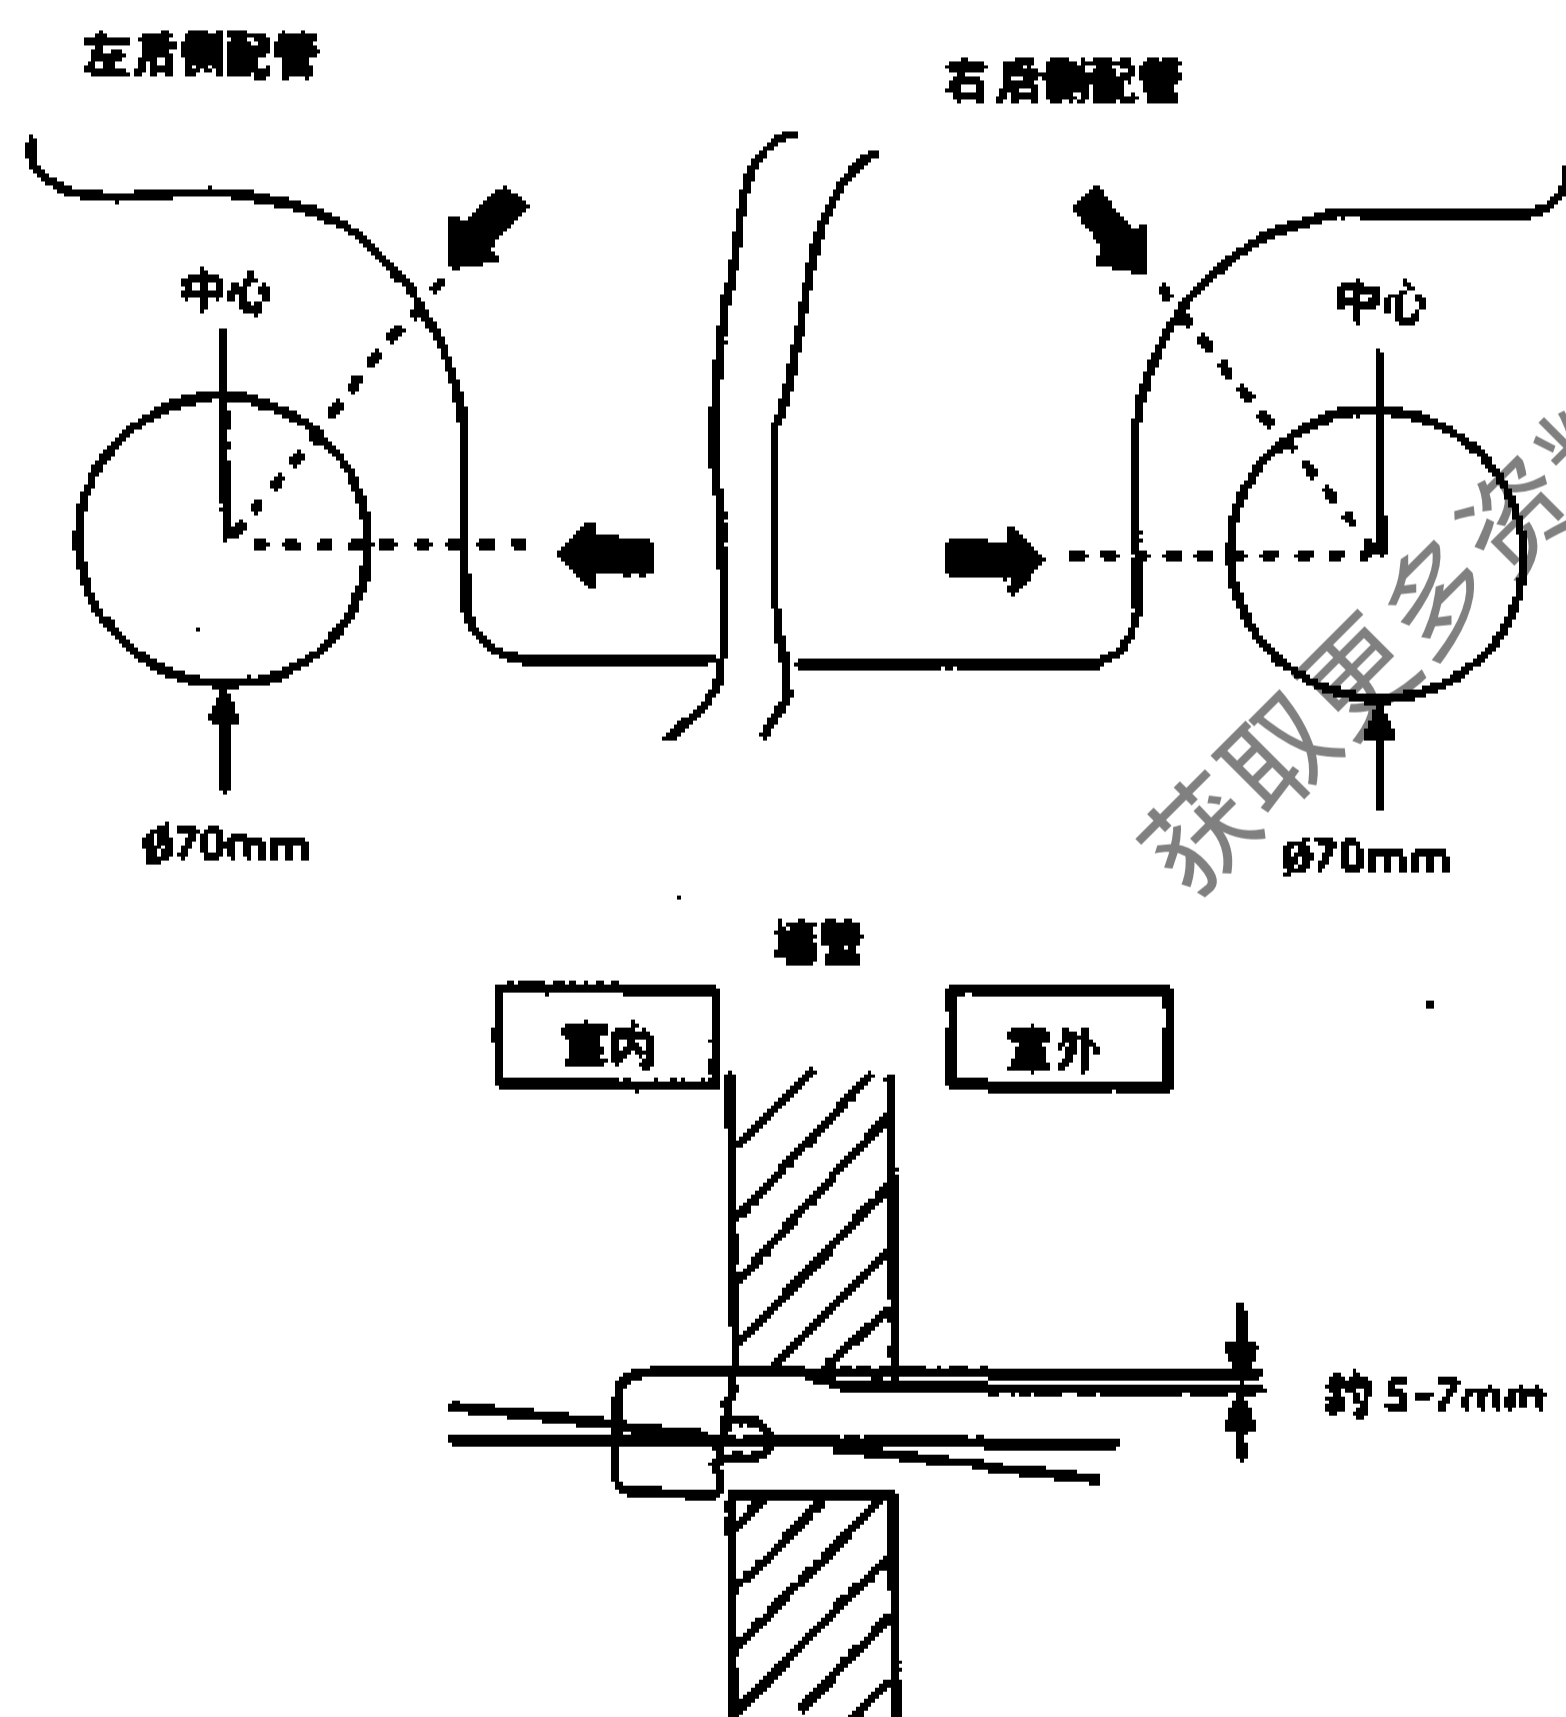

图 8-2-6
(2) 用 70mm 直径的空心钻钻管道孔，如图 8-2-6 所示。